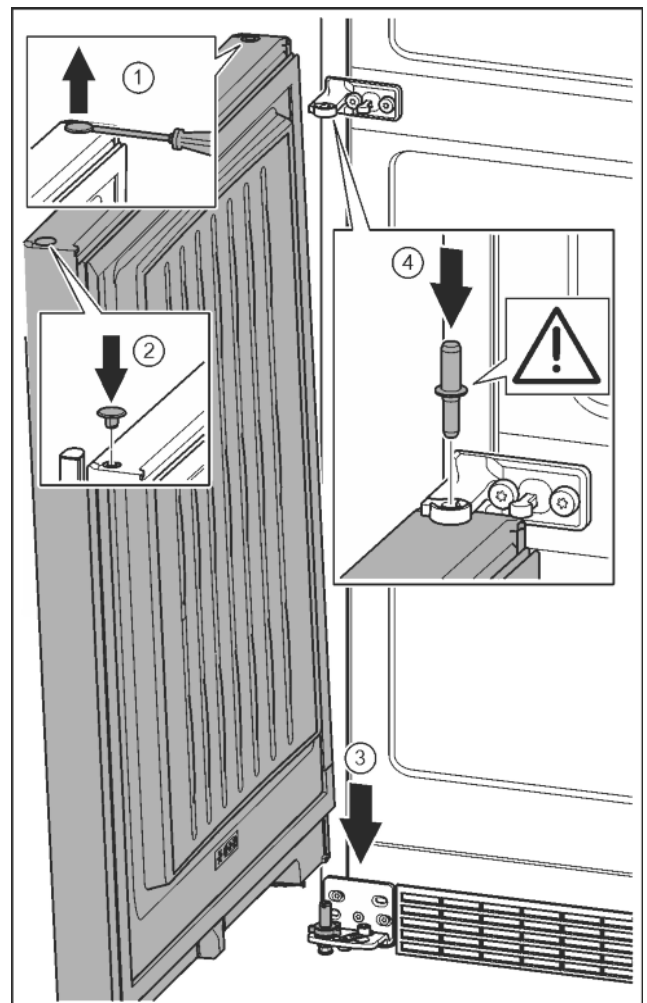

Fig. 23
- ▶ Stopfen vorsichtig mit einem Schlitzschraubendreher anheben und herausziehen. *Fig. 23 (1)*
- ▶ Stopfen auf der anderen Türseite wieder einsetzen. *Fig. 23 (2)*
- ▶ Tür von oben auf den unteren Lagerbolzen aufsetzen. *Fig. 23 (3)*
- ▶ Lagerbolzen Mitte durch Lagerbock Mitte in die untere Tür einsetzen. Dabei darauf achten, dass der Rastnocken nach hinten zeigt. *Fig. 23 (4)*